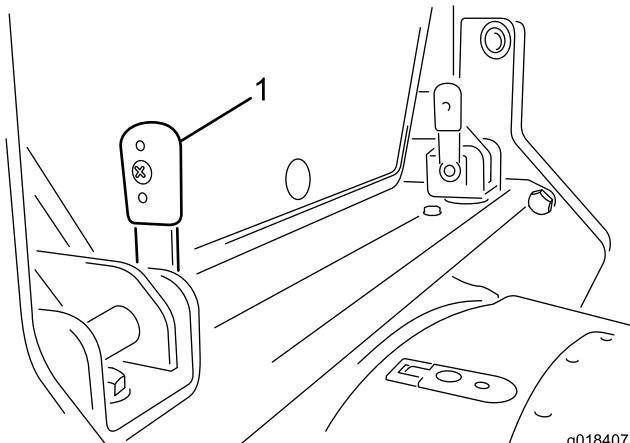

Figura 16
1. Ruotate le due leve di bloccaggio situate sulla traversa dietro la cabina in modo che siano rivolte verso l'alto (Figura 16).
3. Premete le leve dalla posizione verticale (Figura 16) attraverso la serie di staffe. Potrebbe essere necessario inserire le leve nelle staffe per allineare i perni di bloccaggio nelle scanalature.